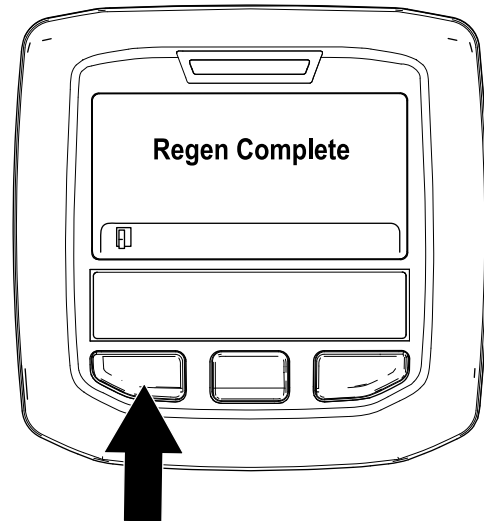

Bild 38
9. Die geparkte Regenerierung ist abgeschlossen, wenn die Meldung „Regen. Complete“ im InfoCenter angezeigt wird. Drücken Sie die linke Taste, um den Homebildschirm anzuzeigen (Bild 38).